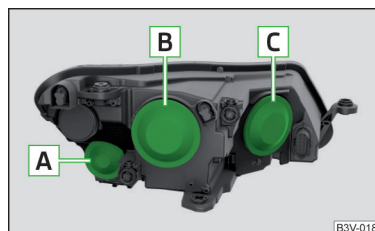

Abb. 363
Glühlampenordnung » Abb. 363
- Die Schutzkappe **B** bzw. **C** » Abb. 363 auf Seite 313 abnehmen.
- Die Schutzkappe **B** bzw. **C** » Abb. 363 auf Seite 313 einsetzen.
- Die Schutzkappe **A** » Abb. 363 auf Seite 313 abnehmen.
- Die Schutzkappe **A** » Abb. 363 auf Seite 313 einsetzen.